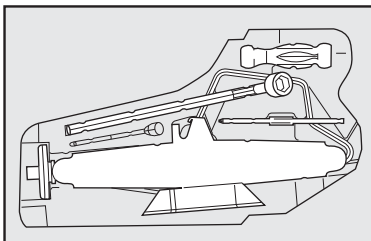

fig. 26
14) Coloque el crique en el soporte de herramientas **fig. 26**, encajándolo bien para evitar vibraciones, o que se suelte.